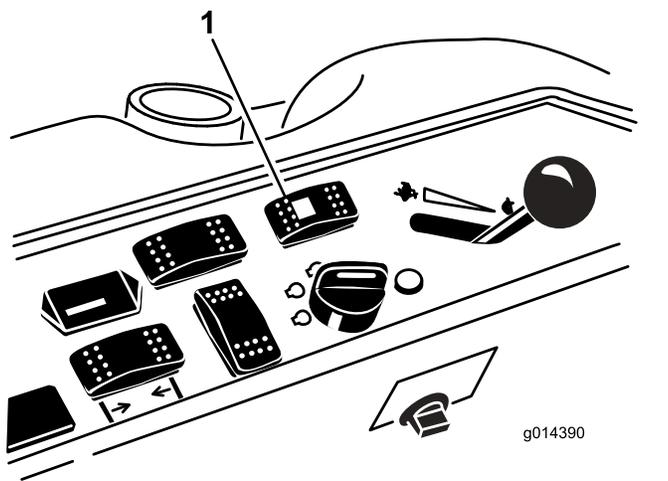

Figure 42
1. Appuyez sur le bas du sélecteur de direction, à la position 4 roues directrices (Figure 42).